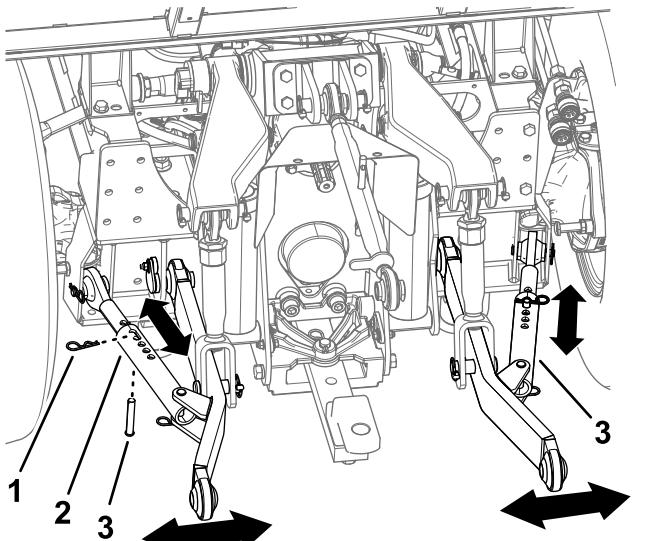

Figura 25
1. Retire el pasador y la chaveta de cada tensor lateral (Figura 25).
2. Ajuste el tensor lateral hacia dentro o hacia fuera hasta que el accesorio esté nivelado (Figura 25).
3. Despues de ajustar, sujeté el tensor lateral con el pasador y la chaveta (Figura 25).